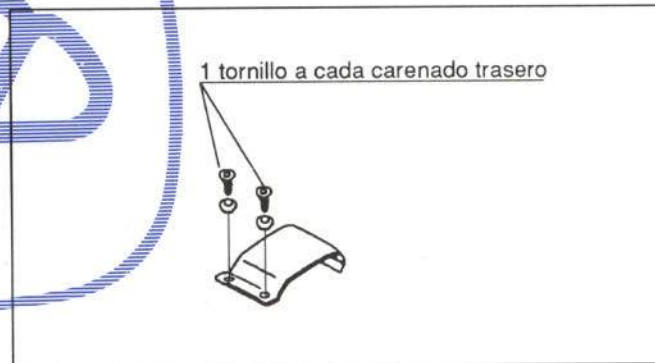

Figura 15.- Unión de tapa de carenados
En la figura 15 se muestra su unión
- Tapa de unión de los carenados (figura 15)